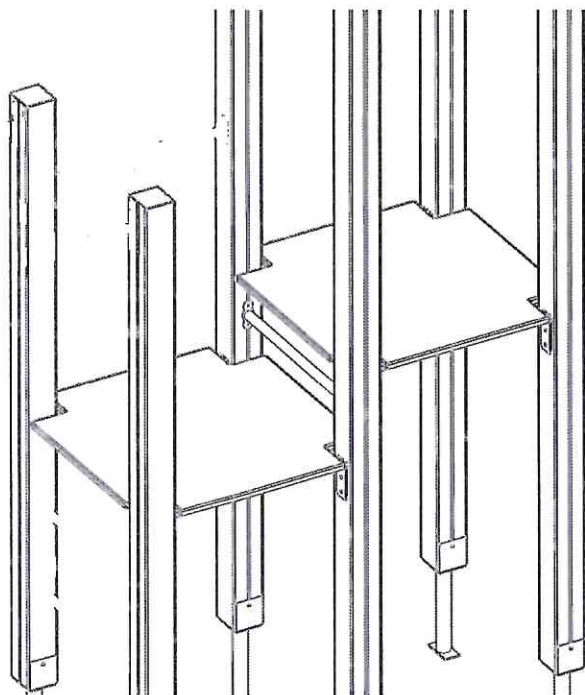

Рисунок 9
3. Установить на рамы пола настил из ламинированной фанеры (шершавой стороной вверх), закрепив его при помощи мебельных болтов М6х25 + шайба + колпачковая гайка (см. рис. 9).